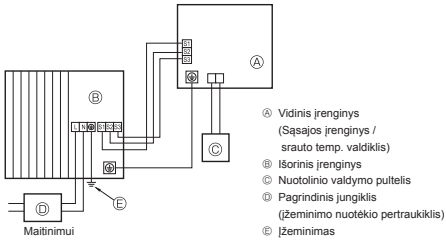
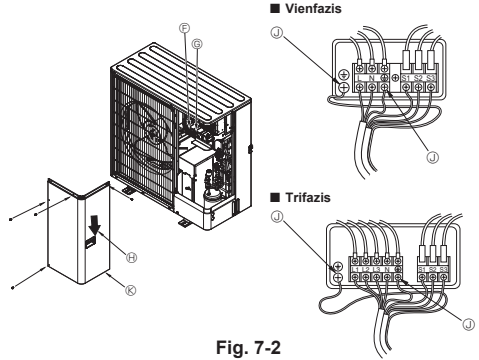

Fig. 7-1
Fig. 7-2
7.1. Išorinis įrenginys (Fig. 7-1, Fig. 7-2)
- ① Nuimkite techninės priežiūros skydelį.
- ② Prijunkite laidus pagal Fig. 7-1 ir Fig. 7-2.